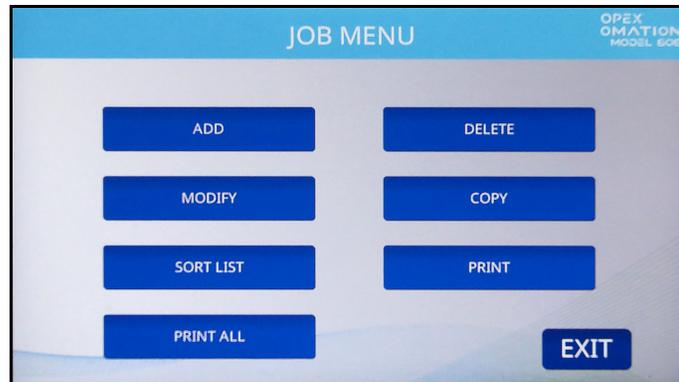
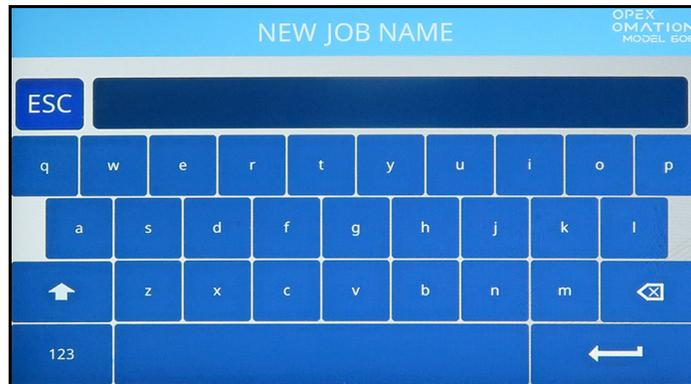
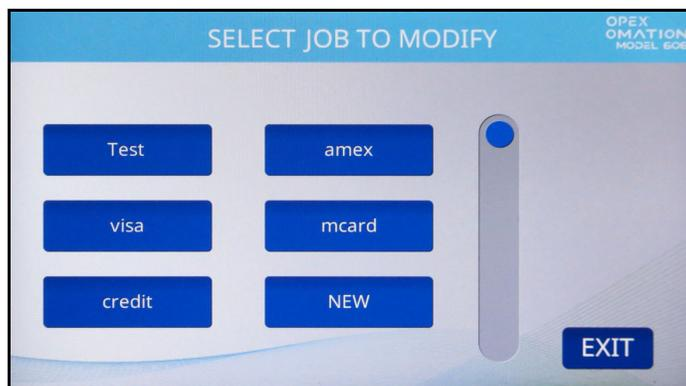
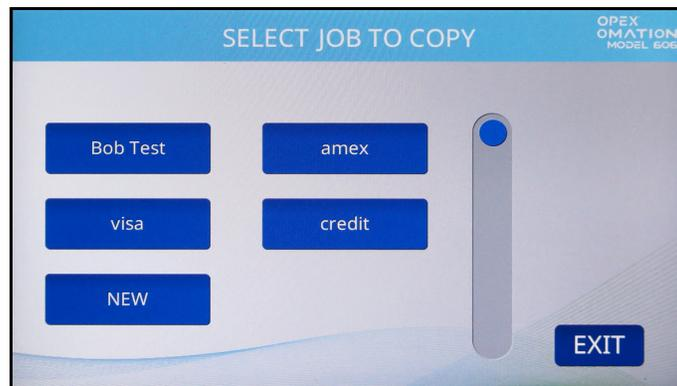

図 6-2 : ジョブメニュー画面
図 6-3 : 新しいジョブ名画面
図 6-7 : 修正するジョブの選択画面
図 6-10 : 複製するジョブ選択画面
監督者はジョブリストを作成し、維持する権限があります。最大 100 のジョブまで対応できます。**JOB MENU** を押すと、ジョブメニュー画面（図 6-2）が表示され、監督者は次の機能を実行できます。
1. ジョブメニュー画面 (図 6-2) で、**ADD** を押します。図 6-3 に示すように、**NEW JOB NAME** 画面が表示されます。
1. ジョブメニュー画面（図 6-2）で、**DELETE** を押します。図 6-6 のように、**SELECT JOB TO DELETE** 画面が表示されます。
1. ジョブメニュー画面（図 6-2）で、**MODIFY** を押します。修正するジョブの選択画面が表示されます（図 6-7）。
1. ジョブメニュー画面 (図 6-2) で、**COPY** を押します。複製するジョブ選択画面が表示されます (図 6-10)。
1. ジョブメニュー画面 (図 6-2) で、**SORT LIST** を押します。